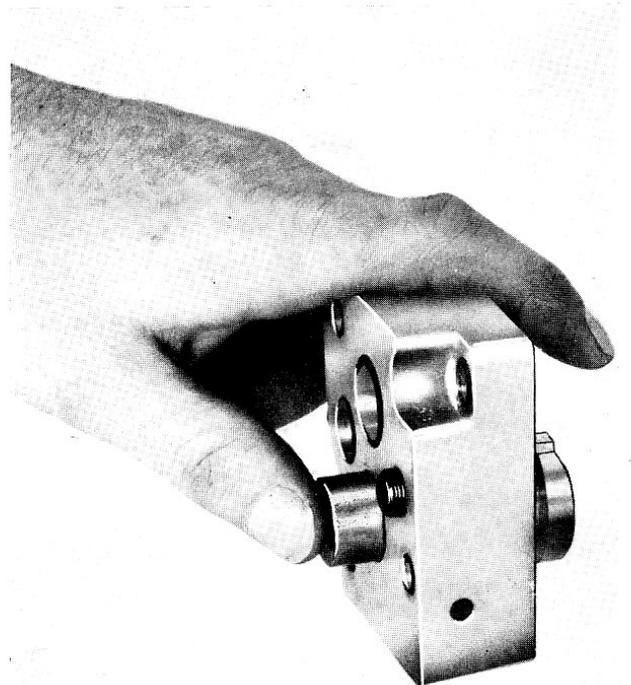

Fig. 8
- 8° Extraire du flasque les deux manchons en utilisant si nécessaire l'outil service MIDO (fig. 8).